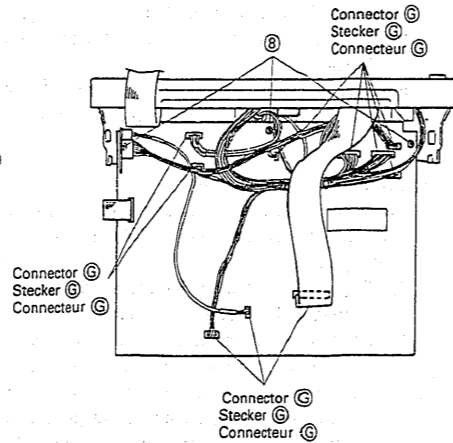

Fig. 5 Abb. 5 Fig. 5
8. Carte de circuits imprimés DE/FU (Fig. 5)